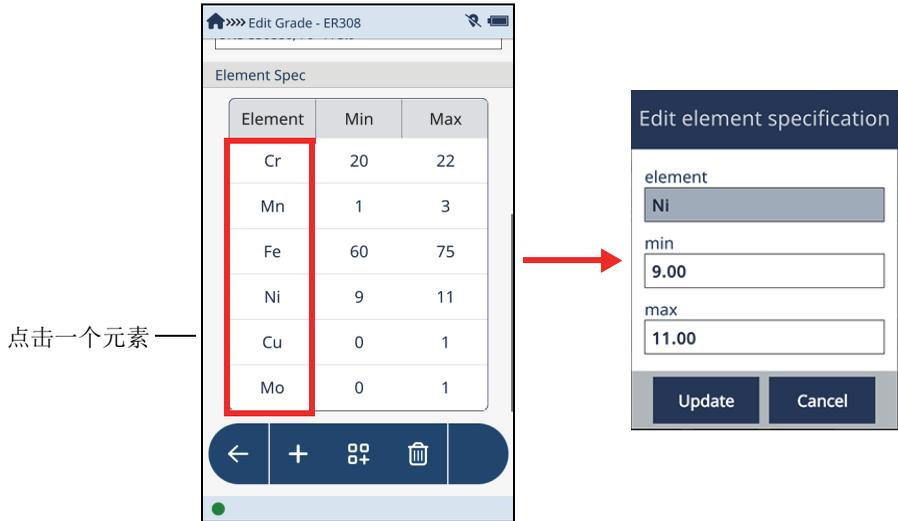

图 2-82 编辑牌号屏幕（左图），编辑元素规格对话框（右图）
1. 在**Edit Grade**（编辑牌号）屏幕中的**Element Spec**（元素规格）区域中（参见第93页的图 2-82），点击一个元素，以在**Edit Element Specification**（编辑元素规格）对话框中更改有关这个元素的规格（参见第93页的图 2-82）。